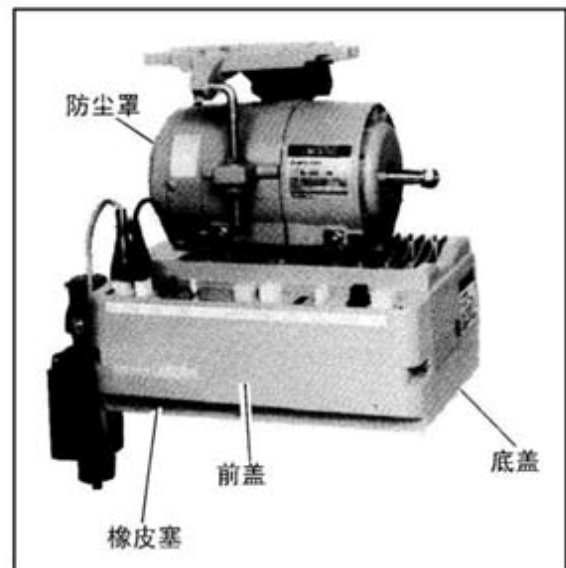

图 16
## 15、操作指南 (电动机和控制箱) (图 16):
- 8) 当操纵控制箱开关时, 先关闭电源, 然后打开前盖 (图 16)。如你必须打开底盖时, 当电源关闭后, 需等待 10 分钟。因为箱体内部还存在一个高电压。